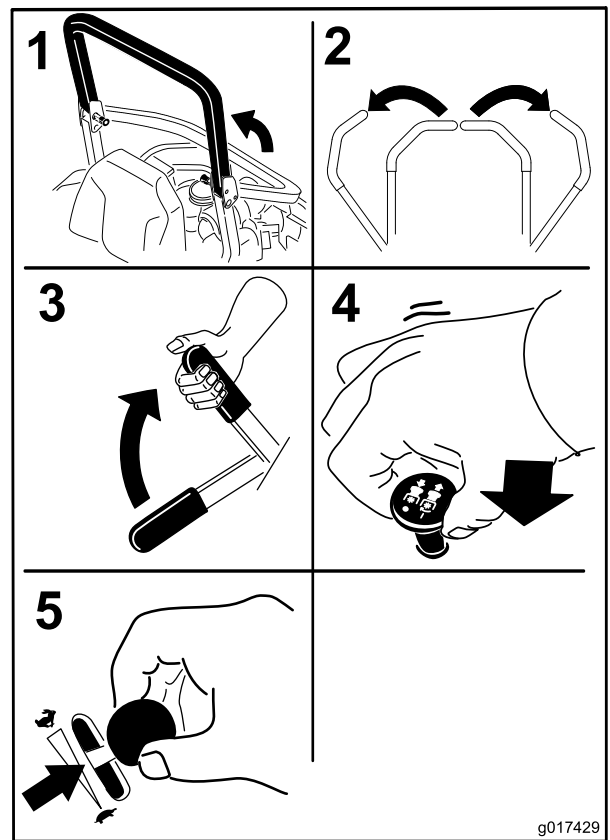

Bild 17
- Stellen Sie den Zapfwellenantriebsschalter (ZWA) auf die Aus-Stellung (Bild 17).